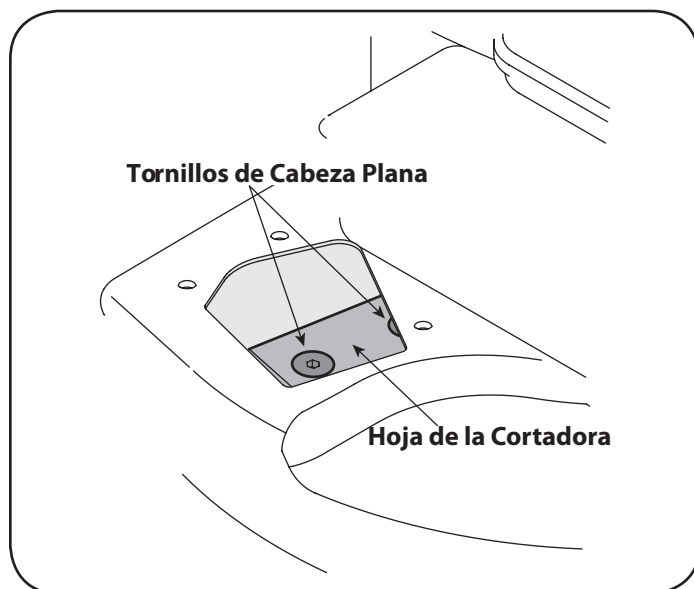

Figura 23
9. Mediante una llave Allen de 3/16", retire los tornillos de cabeza plana que sujetan la hoja de la cortadora al motor. Dichos tornillos son accesibles a través de la abertura que se creó cuando retiró el canal de la cortadora anteriormente. Vea la Figura 23.